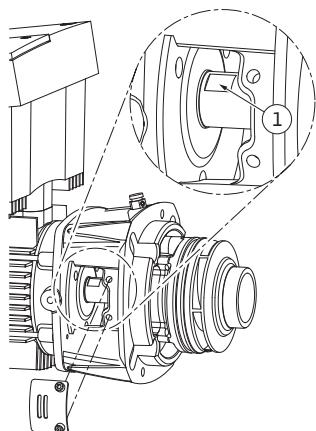

Fig. 54: Površine ključa na vratilu
15. U prozor laterne uvedite čeljusni ključ optimalne širine od 22 mm i čvrsto držite vratilo na površinama ključa (Fig. 54, poz. 1). Odvrnite maticu radnog kola (Fig. 7, poz. 15). Radno kolo (Fig. 7, poz. 16) automatski se skida s vratila.
- 24. Pri montaži radnog kola u prozor laterne uvedite čeljusni ključ optimalne širine od 22 mm i čvrsto držite vratilo na površinama ključa (Fig. 54, poz. 1).